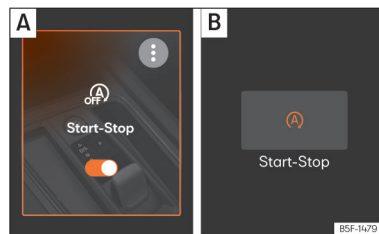

Fig. 120 No ecrã do sistema de infotainment: sistema Start-Stop ligado. [A] Vista no menu principal. [B] Vista com o sistema de infotainment desligado.
Quando o símbolo (A) aparecer em cor de laranja >>> **Fig. 120** o sistema esta ativado e fará a paragem e o arranque. Quando o símbolo (A) aparecer em branco o sistema está desligado.